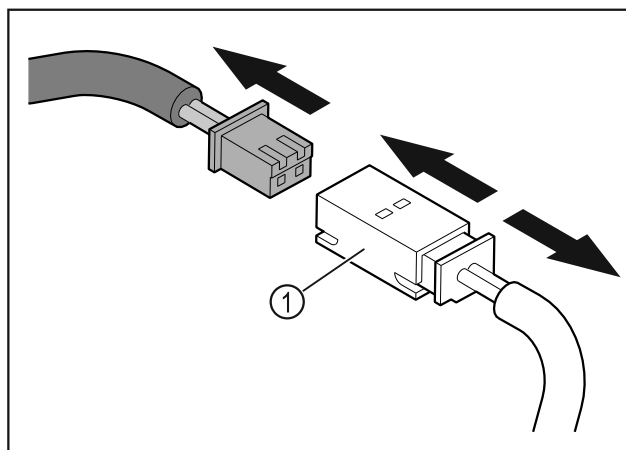

Fig. 13
- ▶ Разединете щекера и куплунга на щекера Fig. 13 (1).